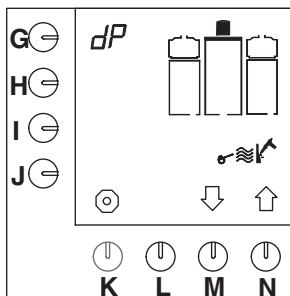

Fig. 18 Start av rensesprogrammet, kaffetraktesystemet
- Renseprogrammet vises på displayet (fig.18).